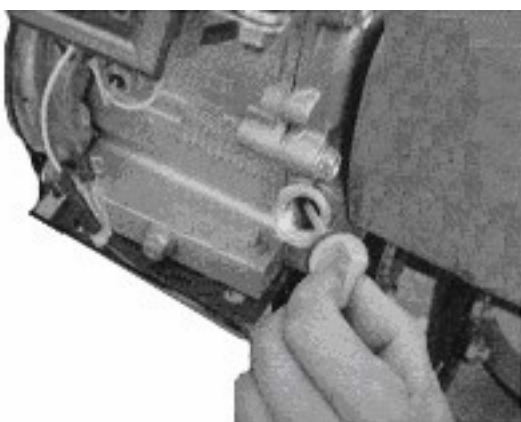

Figure 2
- Dévissez la jauge d'huile et nettoyez-la (voir Fig. 2).